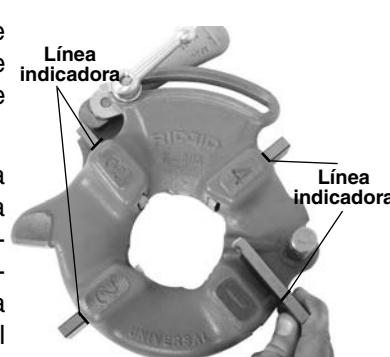

Figura 6 – Inserción de terrajas
- Levante la lengüeta de la arandela para extraerla de la ranura en la barra dimensional. Desplace la arandela hacia el final de la ranura (Figura 6).
- Introduzca las terrajas apropiadas en el cabezal de terrajas, con el borde que lleva el número orientado hacia arriba, hasta que la línea indicadora esté al ras con el borde del cabezal (vea la Figura 6). Los números en las terrajas deben coincidir con los números en las ranuras del cabezal. Siempre cambie el juego completo de terrajas. No mezcle terrajas de distintos juegos.